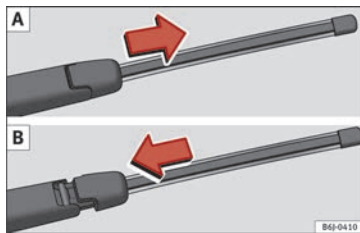

Abb. 171 Scheibenwischerblatt hinten auswechseln.
- Schieben Sie den Wischerblattadapter in Pfeilrichtung und ziehen Sie das Wischerblatt ab »» Abb. 171 A.
- Positionieren Sie das Wischerblatt wie in »» Abb. 171 B gezeigt und schieben Sie den Adapter, bis er einrastet.